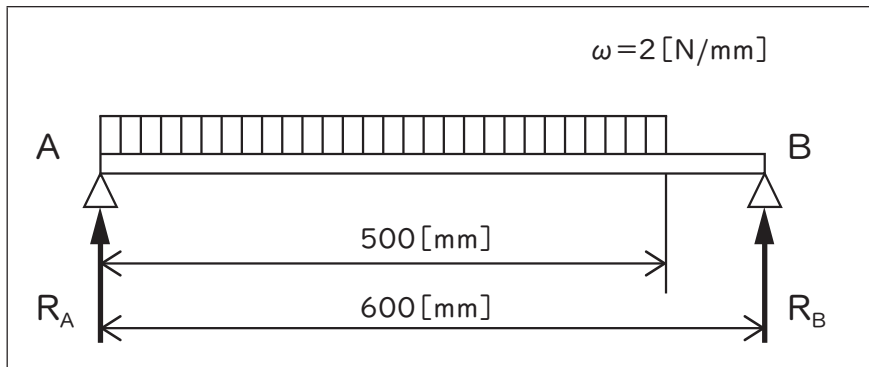

図3
(8) JIS B 0001に規定されている線の種類及び用途についての説明として、誤っているものを1～5から一つ選べ。解答番号は
(9) 次の図3に示す等分布荷重を受ける単純支持ばりについて、反力 $R_A$ [N]、 $R_B$ [N]の値の組合せとして、最も適切なものを1～5から一つ選べ。解答番号は